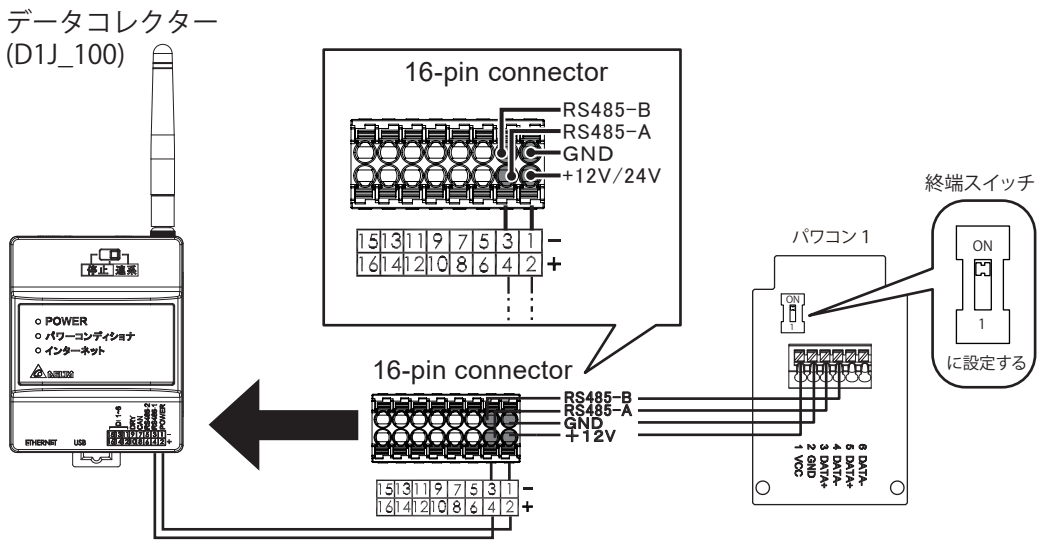

図 5-10 1 台のパワーコンディショナを接続するとき
- ・パワーコンディショナを単独で設置するときには、RS-485 の終端抵抗を ON に設定してください。(図 5-10)